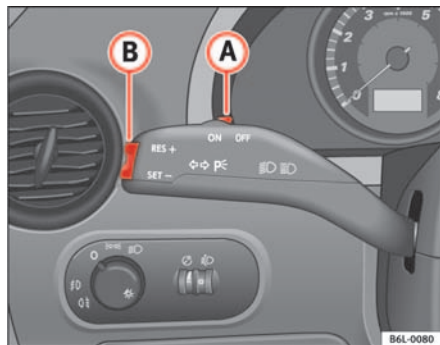

Fig. 99 Palanca de intermitentes y de luz de carretera: mando y tecla basculante para el regulador de velocidad
- Cuando se haya alcanzado la velocidad que se quiere programar, pulse brevemente la parte inferior de la tecla basculante **SET** ⇒ fig. 99 **A** una vez.